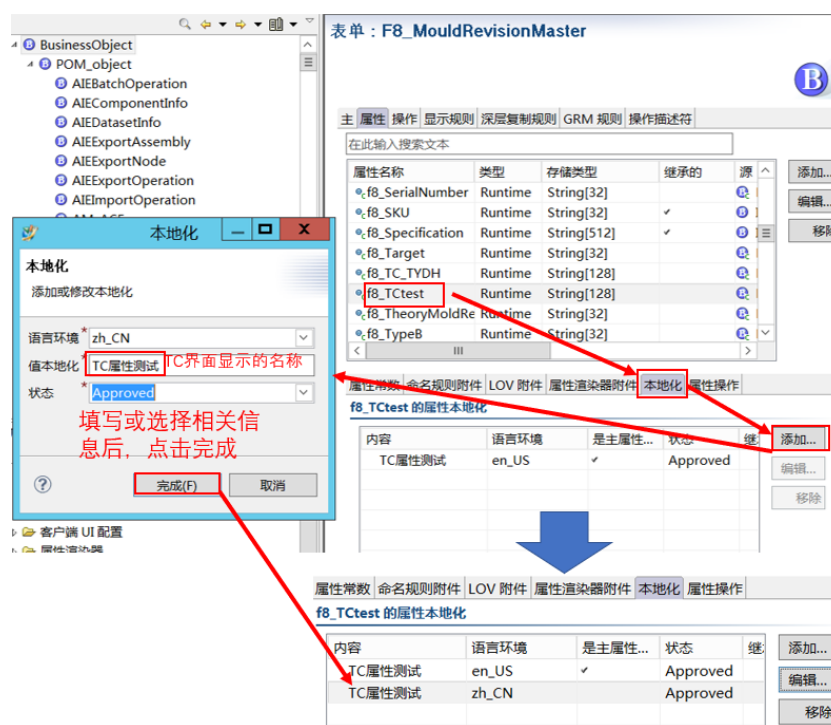

图 5
4、随后选中刚添加的属性，进行本地化设置，具体如下图 5 所示。